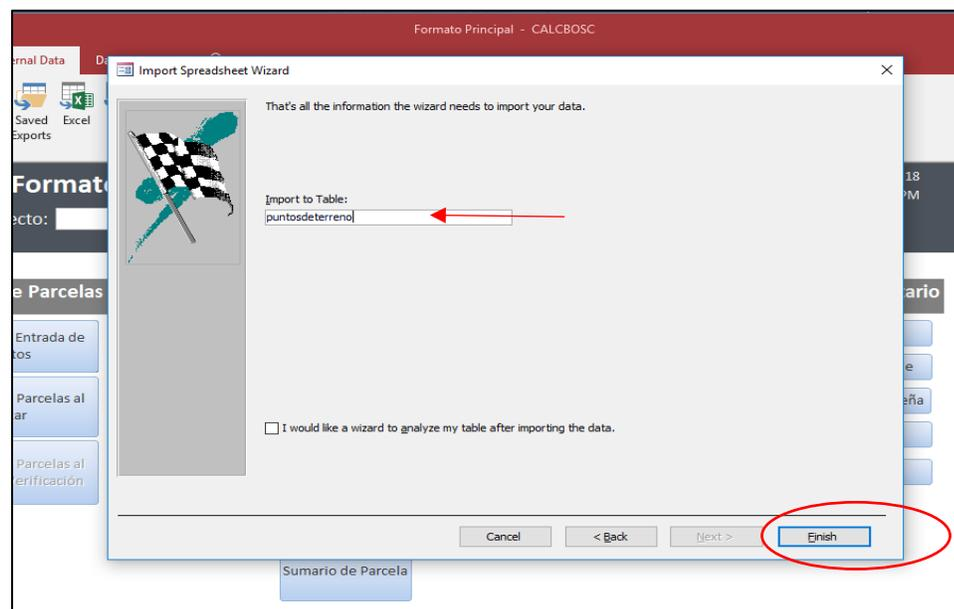

Figura 60. Importar un Documento de Excel – Paso 6
- 4.6. La siguiente pantalla solicitará que se importe la Tabla, ingresar [puntosdeterreno] exactamente como se muestra en la Figura 60 y dar clic en [Finish].